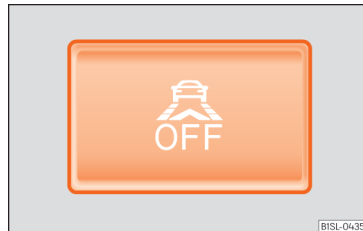

Abb. 174 Im unteren Teil der Mittelkonsole: Taste für den City-Safety-Assistent.
City-Safety-Assistent wurde über die Taste **OFF** **Abb. 174** eingeschaltet. Kontrollleuchte verlöscht nach 5 Sekunden automatisch.
Langsam: Der City-Safety-Assistent ist gegenwärtig nicht verfügbar. Bei Fahrzeugstillstand Motor abstellen und erneut starten. Gegebenenfalls Sichtprüfung des Lasersensors durchführen (Verschmutzung, Vereisung) **Abb. 174** in Lasersensor auf Seite 193. Bei dauerhafter Nichtverfügbarkeit Fachbetrieb aufsuchen und System prüfen lassen.
Innerhalb des Funktionsbereichs von 5-30 km/h (3-19 mph): City-Safety-Assistent wurde über die Taste **OFF** **Abb. 174** ausgeschaltet. City-Safety-Assistent über die Taste **OFF** **Abb. 174** einschalten.
- Drücken Sie die Taste »» **Abb. 174** in der Mittelkonsole.